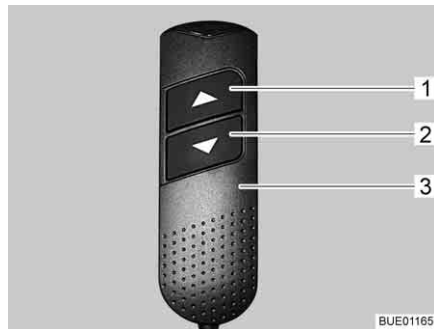

Bild 137 Fjärrkontroll
**Köra in:** ■ Ta fjärrkontrollen (Bild 137,3) och tryck på knappen "▼" (Bild 137,2) och håll den intryckt. Fotänden skjuts in. Huvudänden höjs.
**Köra ut:** ■ Ta fjärrkontrollen (Bild 137,3) och tryck på knappen "▲" (Bild 137,1) och håll den intryckt. Fotänden körs ut. Huvudänden sänks.
**Ställa in huvudänden:** ■ Ta fjärrkontrollen (Bild 137,3) och tryck på knapparna "▼" (Bild 137,2) eller "▲" (Bild 137,1) tills önskat läge har nåtts.